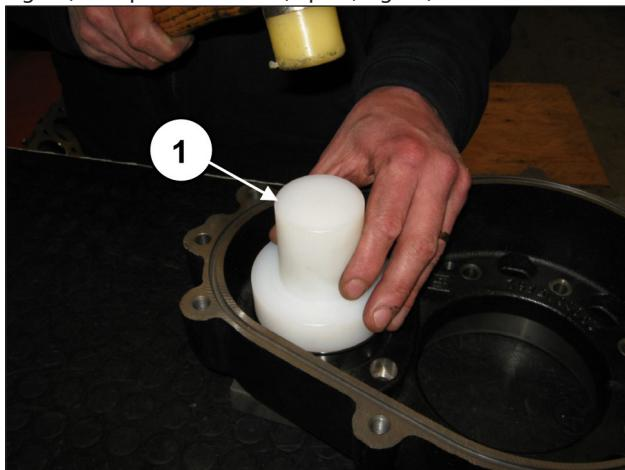
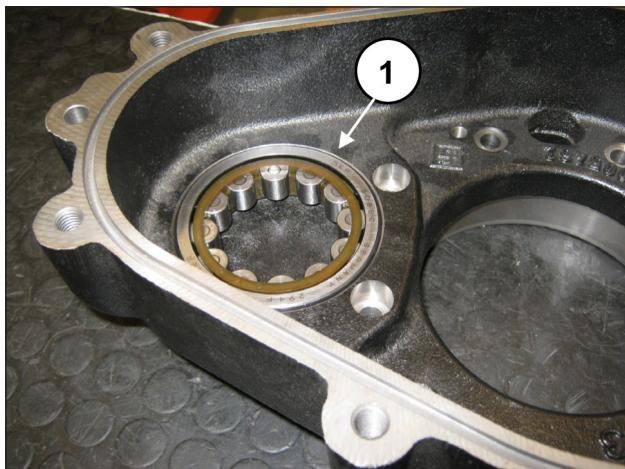

Fig. 51
Fig. 52
Prémonter la bague externe du coussinet du pignon sur le boîtier du réducteur à l'aide de l'outil réf. 27604900 (rep. ①, Fig. 51) et le pousser à fond (rep. ②, Fig. 52).